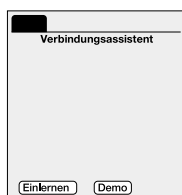

Bild 4:
3. Durch Anwählen der Schaltfläche "Fertig" wird der Dialog 'Geräte löschen' verlassen und es erfolgt ein Rücksprung in den Verbindungsassistenten. Wenn alle Gateways aus der Gerätekonfiguration entfernt wurden, ist die Geräteliste des Verbindungsassistenten leer (vgl. Bild 4).